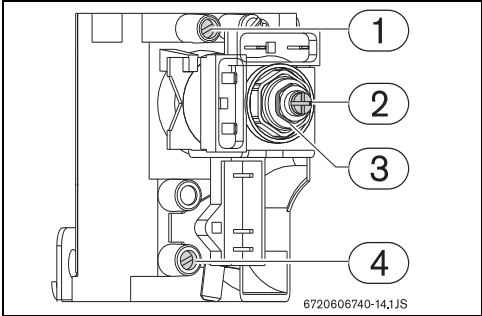

Fig. 17 Ponto de medição de pressão
- ▶ Desapertar o parafuso obturador (Fig. 17).
- ▶ Utilizando a porca de ajuste (Fig. 17, [pos. 3]) regular a pressão até atingir os valores indicados na tabela 11.
- ▶ Utilizando o parafuso de ajuste (Fig. 17, [pos. 2]) regular a pressão até atingir os valores indicados na tabela 11.